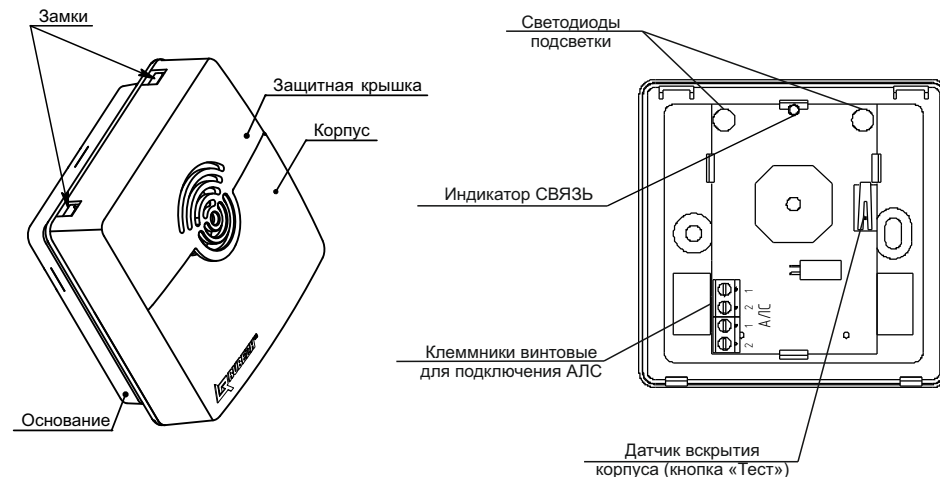

Рисунок 3
- 2.5 Для информации о состоянии оповещателя предусмотрен оптический индикатор СВЯЗЬ (см. рисунок 3). Режимы индикации приведены в таблице 1.
- 6.5 Для установки оповещателя необходимо отжать замки и аккуратно отсоединить корпус вместе с защитной крышкой от основания (см. рисунок 3).